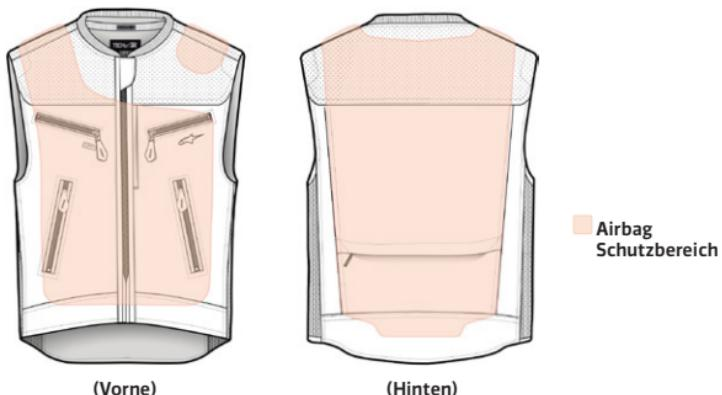

Abbildung 2: Airbag Schutzbereich
Das System ist mit einer Tasche ausgestattet, die die in Abbildung 2 gezeigten Bereiche abdeckt und den Benutzer (sowohl als Fahrer als auch als Beifahrer), der das System trägt, im Falle eines Unfalls oder anderer auslösender Ereignisse schützt. Beachten Sie, dass der Schutz, den das System bieten kann, begrenzt ist, wie später in diesem Benutzerhandbuch erläutert wird (siehe Abschnitt 3.2 und Abschnitt 4 "Nutzungsbeschränkungen").
**WARNUNG! Das System bietet nur einen begrenzten Aufprallschutz gegen Kräfte in den Bereichen, die von den Airbags abgedeckt werden, wie in Abbildung 2 dargestellt. Es wird nicht garantiert, dass das System Verletzungen (einschließlich schwerer oder tödlicher Verletzungen) innerhalb und/oder außerhalb der Airbag-Abdeckungsbereiche oder des Schutzbereichs verhindert.**